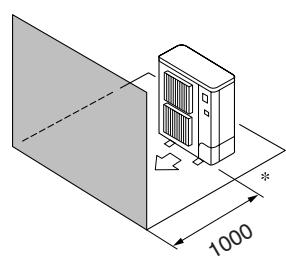

Fig. 3-8
- ④ Yalnızca önündeki engeller (Fig. 3-8)